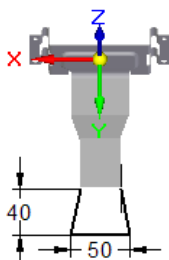
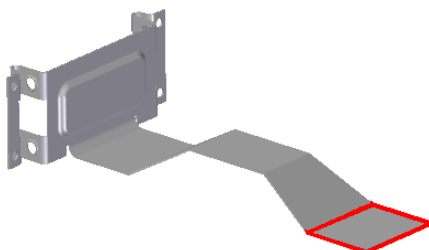

图 8.11.41 编辑草图
图 8.11.42 弯边特征 9
(4) 定义弯边尺寸。单击“轮廓步骤”按钮, 编辑草图尺寸如图 8.11.41 所示, 单击按钮, 退出草图绘制环境。
(5) 定义弯边属性及参数。单击“弯边选项”按钮, 取消选中 ☐ 使用默认值* 复选框, 在其“折弯半径 (R)”文本框中输入值 0.2; 单击按钮。
(6) 单击按钮, 完成特征的创建。
Step20. 创建图 8.11.42 所示的弯边特征 9。
弯边侧方向如图 8.11.42 所示的位置。